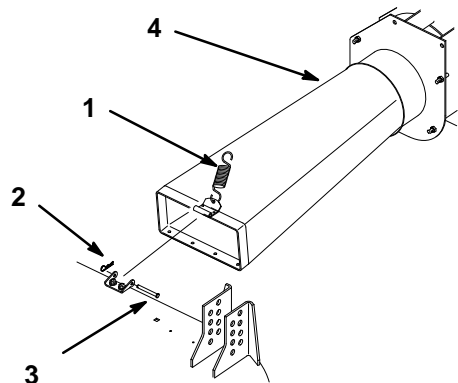

Figure 14
3. Retirer la goupille épingle et l'axe de chape de verrouillage, et glisser le conduit vers l'arrière dans l'entrée du ventilateur (Fig. 14).
3. L'arrière du conduit étant dans le carter de ventilateur, faire glisser le conduit vers l'avant jusqu'à l'arrière de la tondeuse, et le fixer à l'aide de l'axe de chape et de la goupille épingle (Fig. 14).